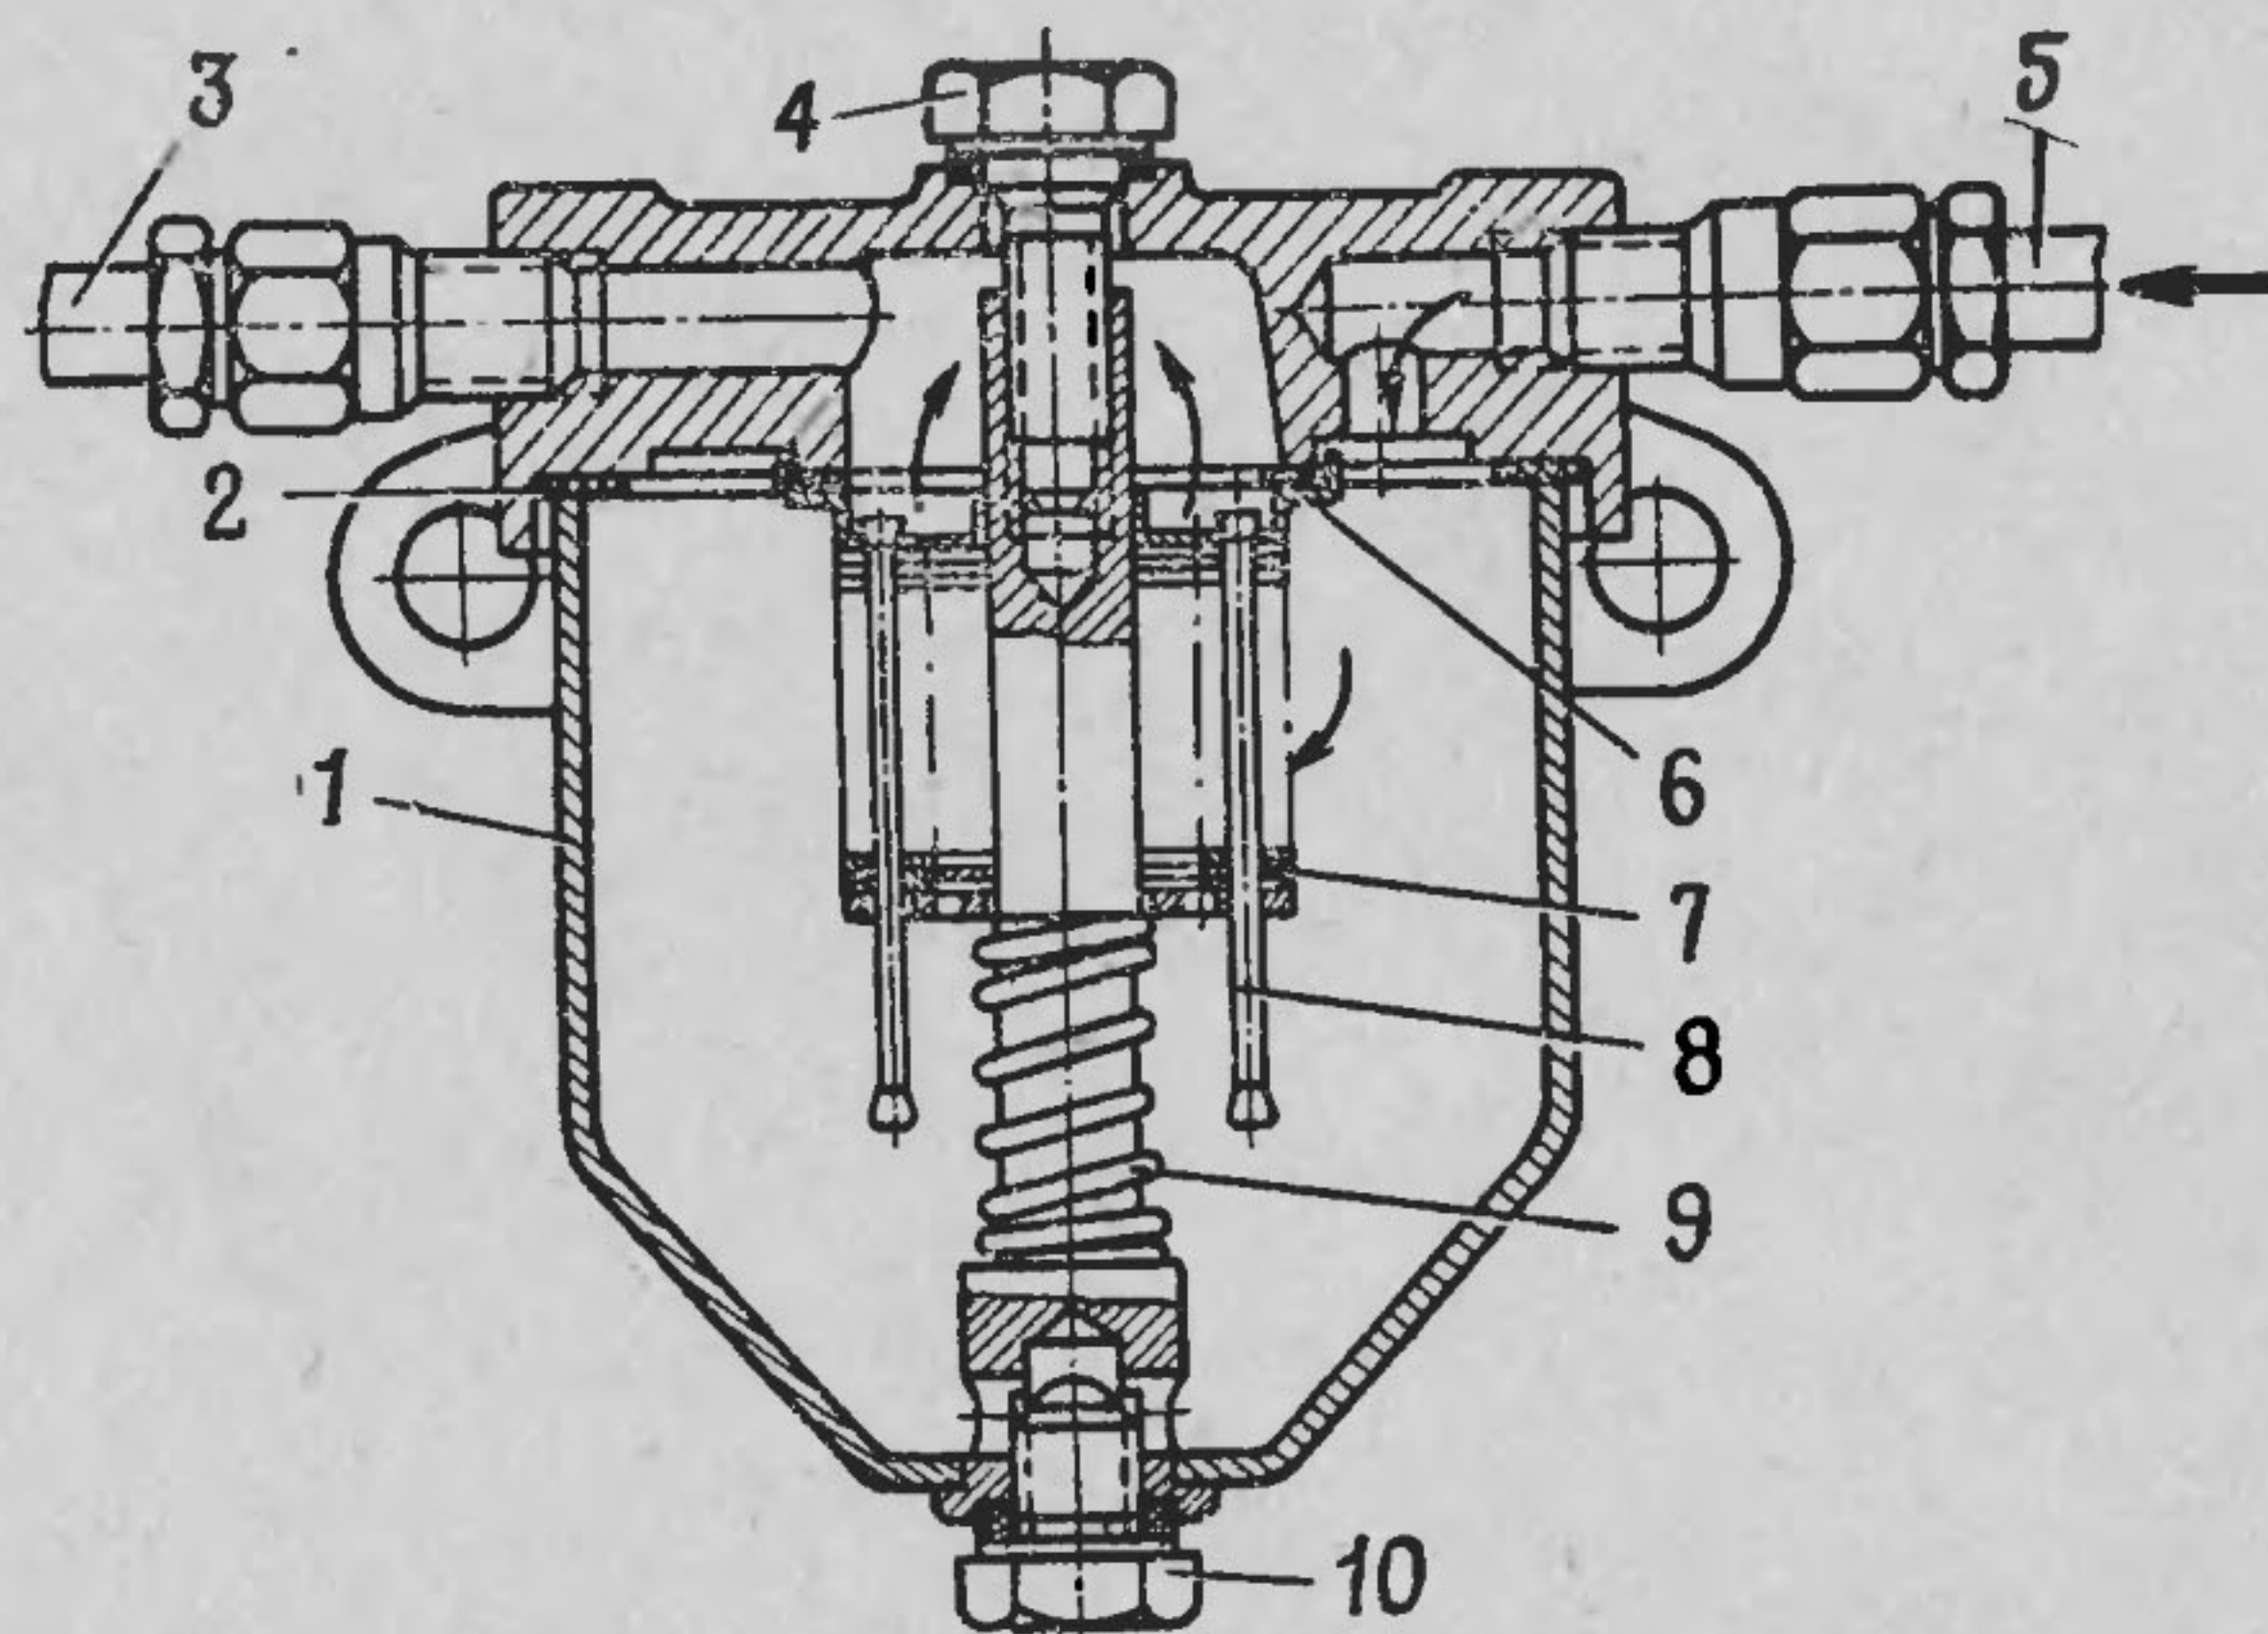

Рис. 10. Топливный фильтр-отстойник:
8. Закрыть кран топливопровода и слить отстой из топливного фильтра-отстойника (рис. 10).